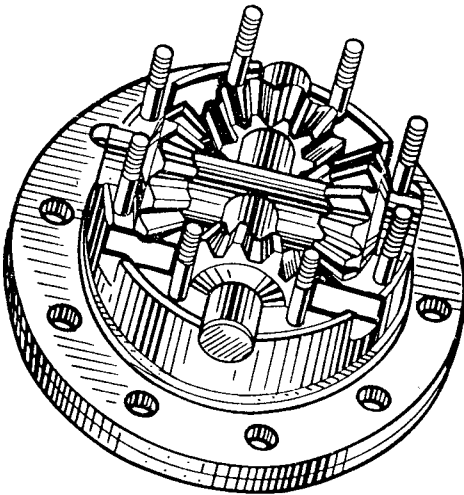

Bild 137. Einbau des Planetenträgers in das linke Ausgleichgehäuse
5. Zweiteiliges Kreuzstück mit Planetenrädern in das linke Planetengehäuse einbauen (Bild 137).